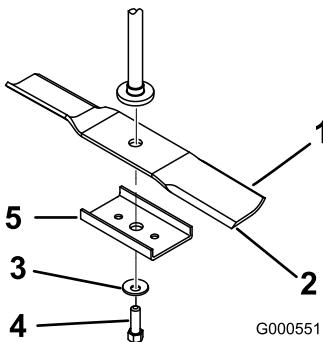

Figura 45
Tenete l'estremità della lama con un cencio o un guanto bene imbottito. Togliete il bullone, la rondella curva, il rinforzo della lama e quest'ultima dall'asse del fusello (Figura 45).
2. Montate il rinforzo della lama, la rondella curva (lato concavo verso la lama) ed il bullone della lama (Figura 45).
1. Montate la lama sull'asse del fusello (Figura 45).